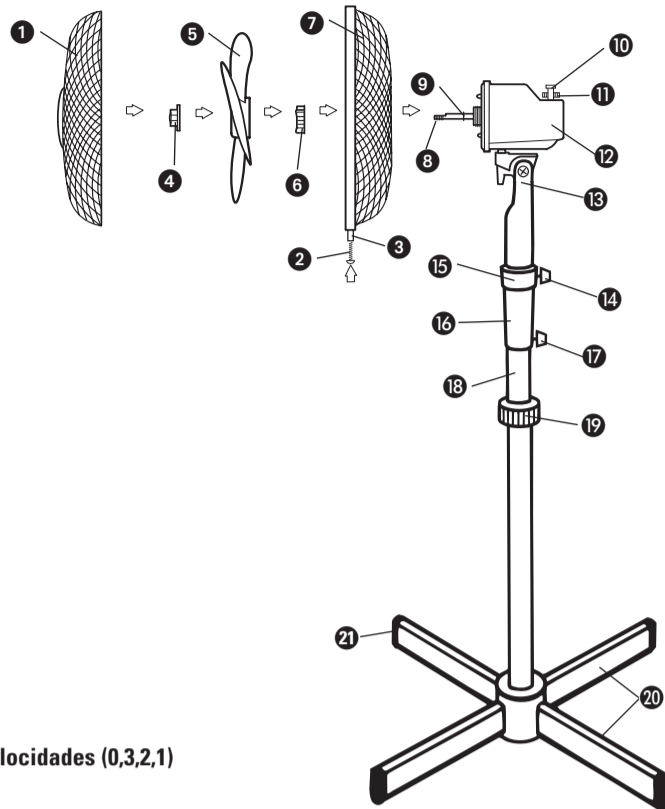

FIG. 2
CAUTION: Never remove the set knob, which holds the pipe stopper in place (See Fig. 2).
7. Insert the blade onto the motor shaft, matching the slot on the back of the blade with the shaft pin (Fig. 2). Secure blade with blade cap, turning counterclockwise to tighten.
TO CLEAN: Before cleaning, turn fan off and unplug from electrical outlet. Wipe off excess dust with a lint-free cloth. To ensure adequate air circulation to the motor, keep vents located at the rear of the motor housing free from dust accumulation. A vacuum cleaner hose can be used to clean these vents. Do not submerge your fan in water or any other liquid. Disassemble grilles and blade (Fig. 2). Grilles and blade may be cleaned with mild soap and water. Use a soft, slightly damp cloth to wipe the remaining fan parts. Do not allow water or any other liquid to get into the motor housing or base. Reassemble fan after grilles and blade have dried completely. Do not plug fan into electrical outlet until it has been fully reassembled.
- PRECAUCION: Nunca retire la perilla para fijar, la cual sostiene en su lugar el tubo que sirve de tope (ver Fig. 2).**
7. Coloque la aspa en el eje de la caja del motor, concordando la ranura de la parte de atrás de la aspa con la clavija del eje (Fig. 2). Asegure la aspa con la tapa, dándole vuelta hacia la izquierda para ajustarla.
PARA LIMPIAR: Antes de limpiarlo, apague el ventilador y desenchúfelo. Sacuda el exceso de polvo con un paño libre de pelusas. Para asegurar una adecuada circulación de aire al motor, mantenga los orificios ubicados en la parte de atrás del motor libre de acumulación de polvo. Una aspiradora puede ser usada para limpiar estos orificios. No sumerja el ventilador en agua o cualquier otro líquido. Desensamble las parrillas y la paleta (Fig. 2). Las parrillas y la paleta pueden ser limpiadas con agua y jabón. Use un paño suave ligeramente humedecido para limpiar el resto de las partes del ventilador. No deje que agua o ningún otro líquido entre en el motor o la base. Ensamble nuevamente el ventilador después de que las parrillas y la paleta estén completamente secas. No lo enchufe hasta que se encuentre completamente ensamblado.